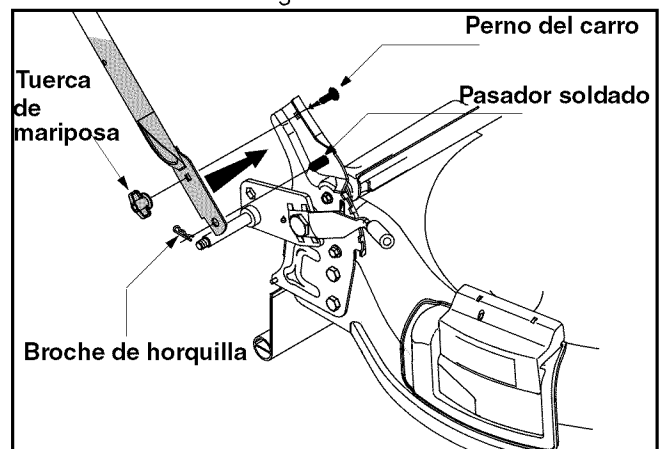

Figura 3
- Retire el pasador de horquilla del agujero externo del pasador soldado de las manijas. Utilice un par de pinzas para insertar una pata de manija inferior contra la ménsula de la manija. Inserte el pasador de horquilla dentro del agujero interior del pasador soldado. Repita en el otro lado. Vea la Figura 3.
- Después de correr el pasador de horquilla, inserte el bulón del carro del paquete de hardware en el orificio superior del soporte de montaje de la manija y ajústelo con la tuerca plástica de mariposa del paquete de hardware. Vea la Figura 3. Repita en el otro lado.